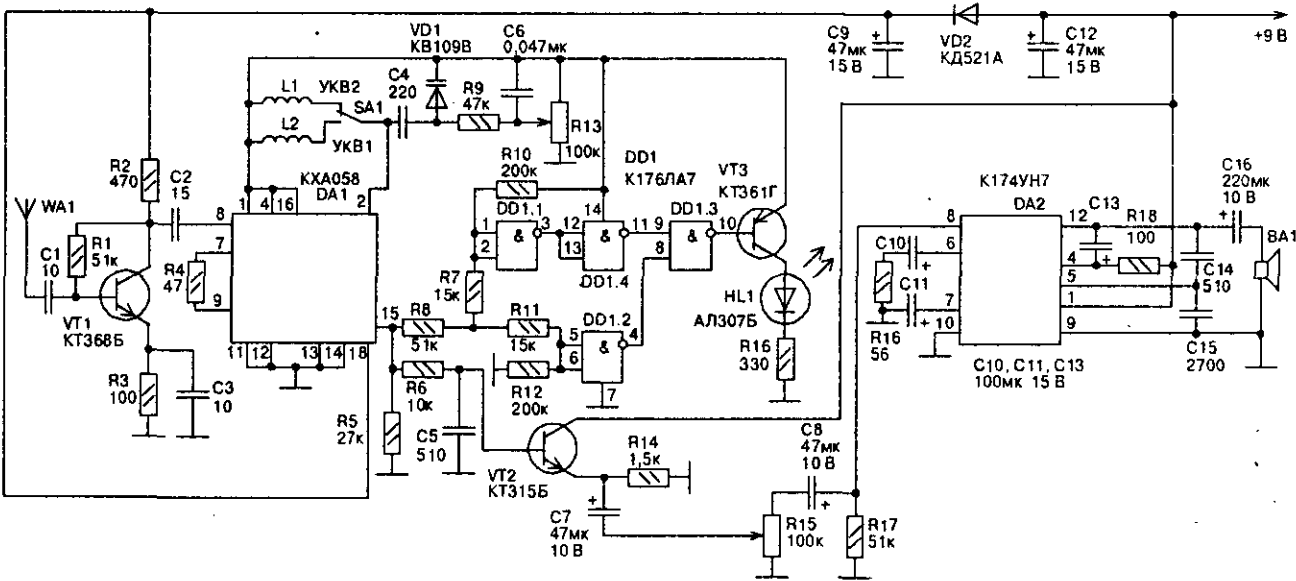

Рис. 6.15. Схема приемника на микросхемах KXA058, K561ЛА7 и K174УН7
Приемник рассчитан на прием УКВ радиостанций диапазона 65...74 и 88...108 МГц, чувствительность 10 мкВ, диапазон воспроизводимых звуковых частот 63...10000 Гц, максимальная мощность 2 Вт, потребляемый ток в режиме молчания не более 50 мА. Сигнал, принятый антенной (рис. 6.15), поступает на усилитель РЧ, выполненный на транзисторе VT1 и далее через разделительный конденсатор C2 на вход микросхемы KXA058. Цепь L1, L2, C4, VD1, R9, C6, R13 представляет собой классический вариант электронного узла настройки. Диапазон приема выбирается переключателем SA1. Все необходимые преобразования сигнала происходят внутри микросхемы DA1. Продетектированный низкочастотный сигнал с
**Примечание редактора.** Согласно схеме и рисунку печатной платы в [78] микросхема DD1 не подключена к источнику какого-либо питания, что не увеличивает надежность работы узла индикации точной настройки. На рис. 6.15 и 6.16 эта ошибка исправлена.